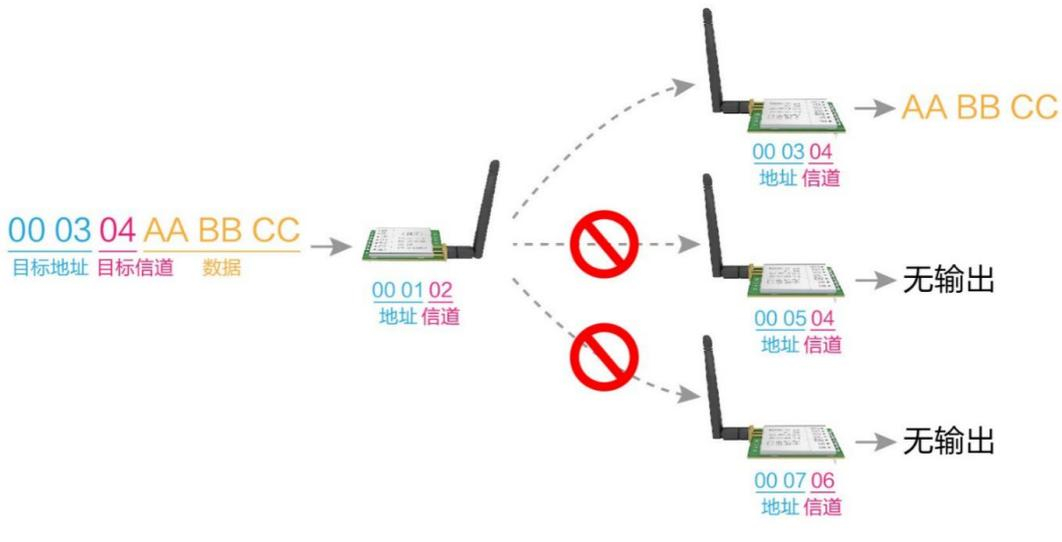
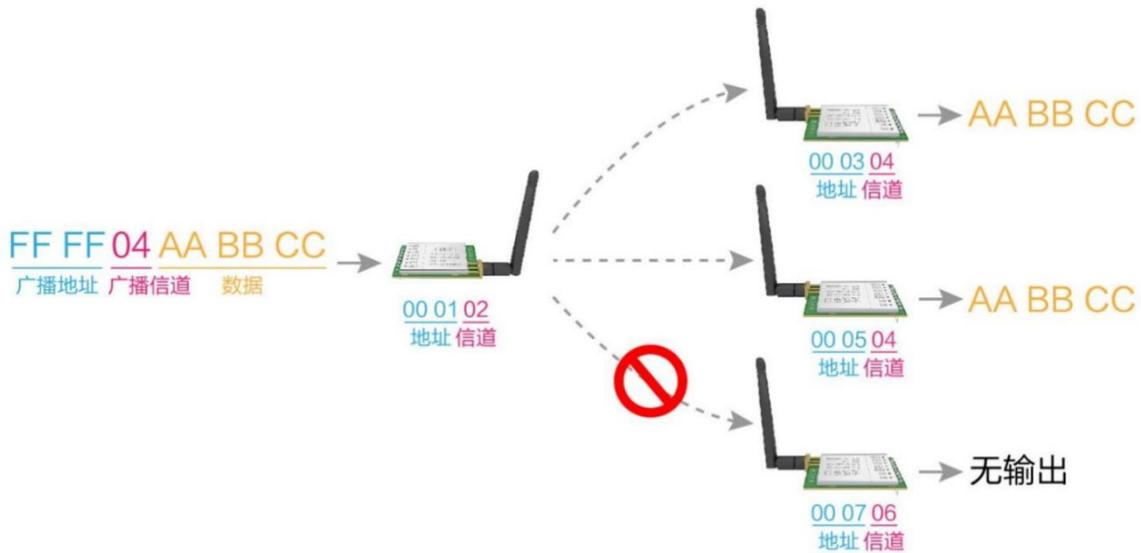

图 1 定点传输示意图
图 2 定点广播传输示意图
- 电台支持单点唤醒功能，能单独唤醒某一电台，而不会唤醒所有电台。接收设备当为目标设备时其电流消耗图如下图 1 所示，其余非目标设置则会重新进入休眠状态如图 2 所示。